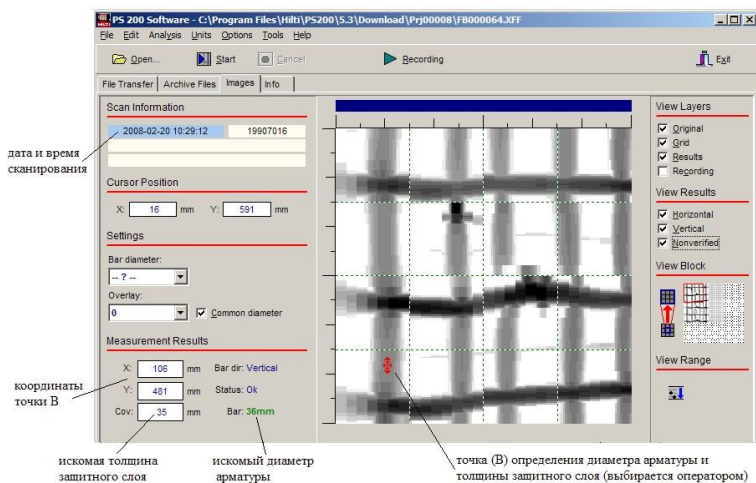

Рис. 26. Определение диаметра продольной арматуры в колонне
- Окно программы обработки результатов сканирования прибором Ферроскан PS200 (определение диаметра продольной арматуры в конструкции) – рис.26.